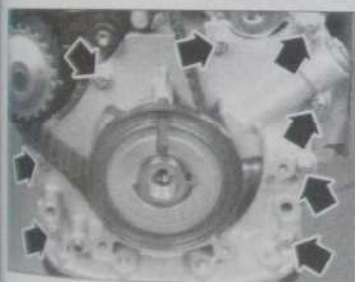

Fig. 16
- les huit vis de la pompe à huile en bout de vilebrequin (Fig.16).